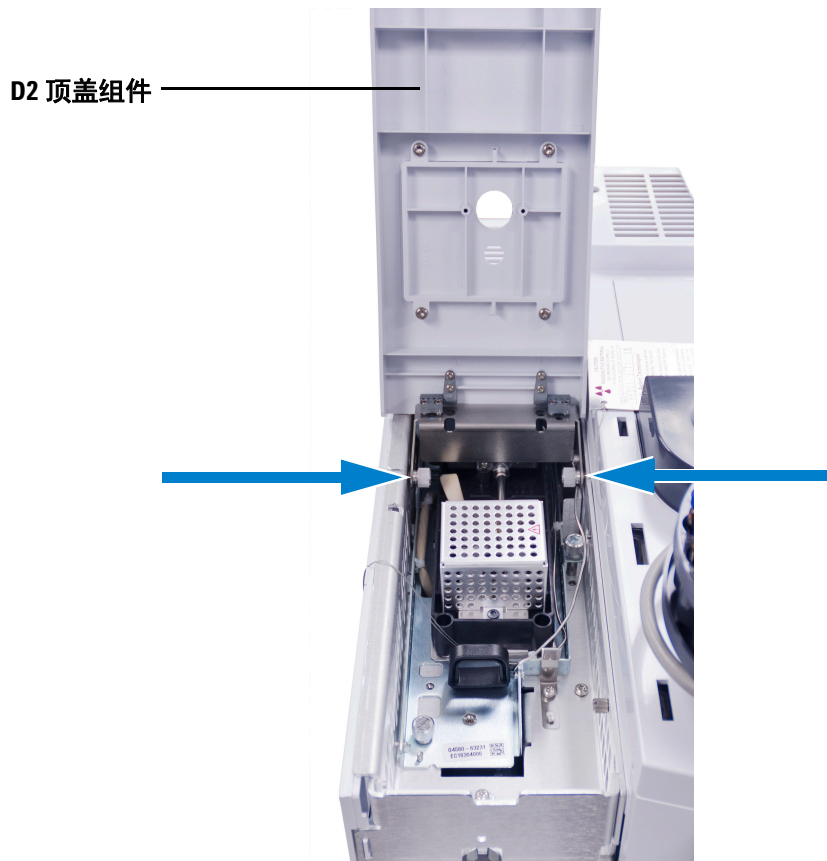

图 9 启动维护向导
- 启动 GC 维护向导（图 9），然后按照提示信息执行操作。向导将指导完成更换检测器连接件所需的步骤。提供了以下步骤，可供参考。